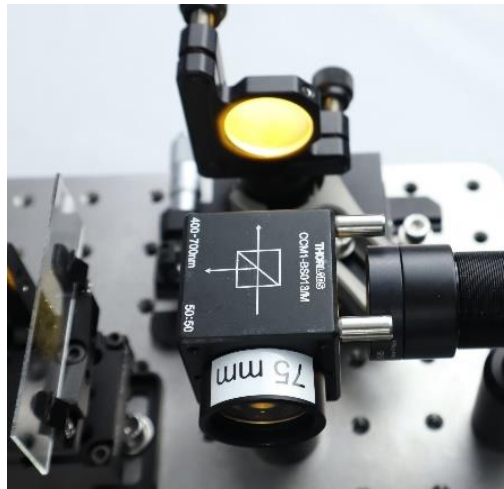

Abbildung 12: Linse an Strahlteiler
1. Schrauben Sie die Linse $f_1 = 75 \text{ mm}$ vorsichtig an den Ausgang des Strahlteilers (siehe Abb. 12).